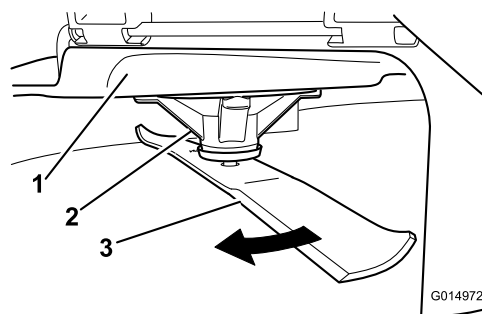

Figura 103
2. Indossando guanti dalla spessa imbottitura o altre protezioni idonee per le mani, ruotate lentamente la lama in una posizione che consenta di misurare la distanza tra il bordo di taglio e la superficie piana su cui si trova la macchina (Figura 103).